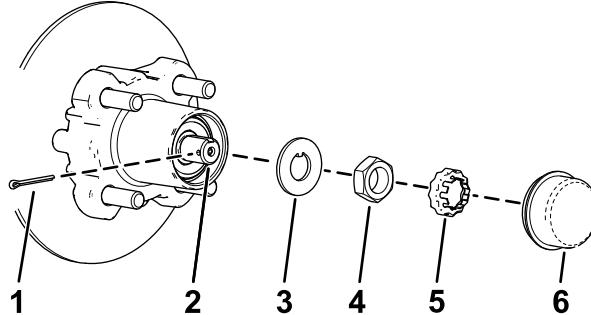
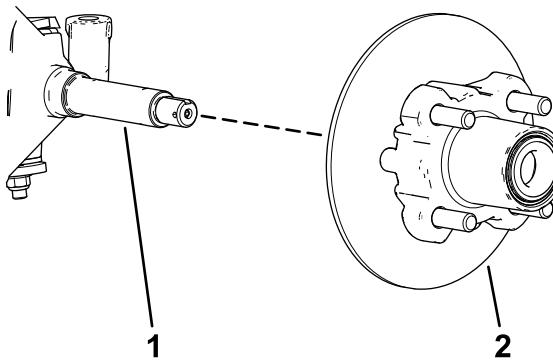

図39
図 40
- ハブからダストキャップを取り図39。
- スピンドルとスピンドルナットから、コッターピンとナットリテナーを外す図39。
- スピンドルからスピンドルナットを外し、スピンドルからハブローラアセンブリを取り出す 図39と図40。